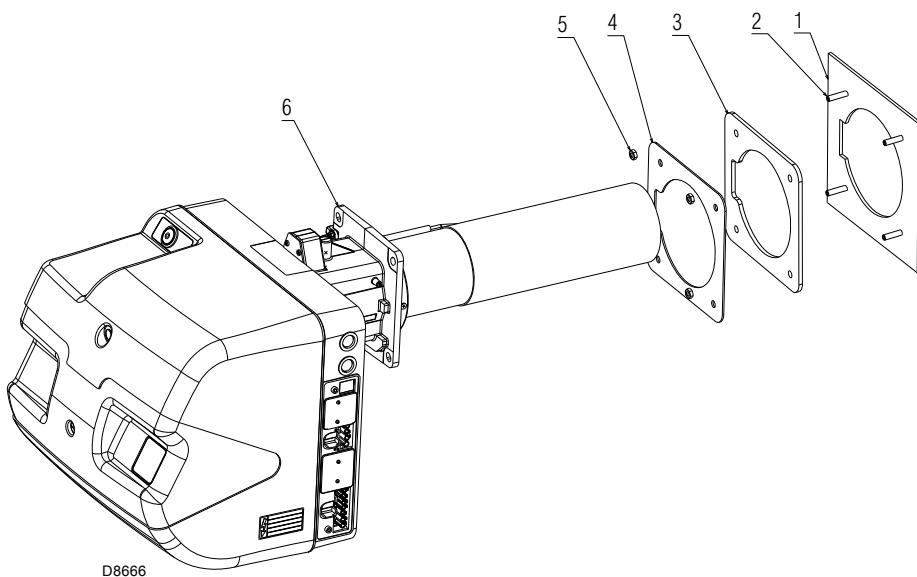

图 18
- 拧紧锅炉钢板 1) 上的螺栓 2) (图 18) ；
- 将燃烧器法兰 (图 18) 固定到锅炉钢板上并拧紧螺母 5) (图 18)。